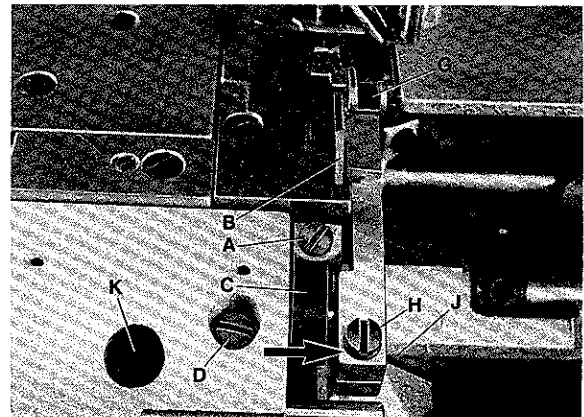
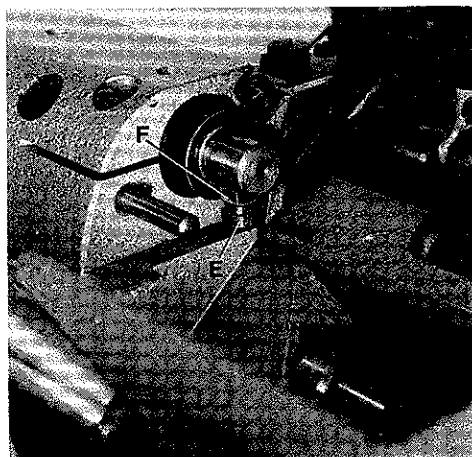
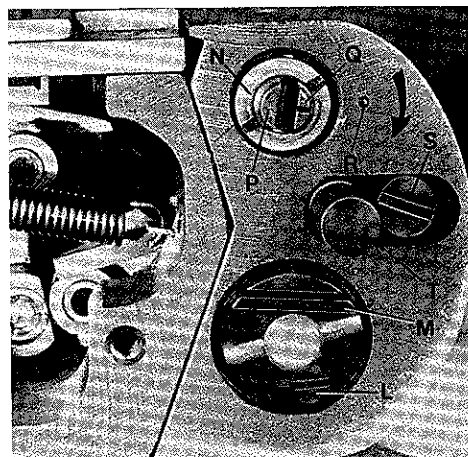

Fig. 50
Fig.51
Fig.52
Remove the edge guide. Loosen screw (A, Fig. 50) in lower knife holder (C) and move lower knife (B) up or down until its cutting edge is parallel and flush with throat plate top surface. Retighten screw (A).
Note: Lower knife holder (C, Fig. 50) is set at the factory so the cutting edge of lower knife is parallel with top surface of throat plate. When replacing the lower knife holder it has to be set accordingly. Loosen screw (D, Fig. 50) and turn lower knife holder (C) until the cutting edge of lower knife is parallel with top surface of throat plate. Secure this setting with stop screw (E, Fig. 51) and lock nut (F) in lower knife holder. Retighten screw (D, Fig. 50).
Loosen screw (D, Fig. 50) and align the width of trim to the right needle by moving lower knife holder (C) laterally. If this adjustment is obstructed by the upper knife (G), loosen screw (H) and move the upper knife to the right. Retighten screw (D) and also screw (H) if loosened, after setting the lower knife. Check after making this setting, if the upper knife holder (J, Fig. 50) can be moved in direction of the arrow (see Fig. 50) against the pressure of the spring. If this is not possible, loosen screw (H) and move the upper knife holder (J) accordingly to the right. Retighten screw (H).
Remove the cylinder cover and loosen screw (L, Fig. 52). Adjust by means of stop (M) the highest obtainable throw of upper knife. Retighten screw (L) and rotate pulley until the upper knife is in its down position.
Entfernen Sie die Stoffkantenführung. Lösen Sie die Schraube (A, Fig. 50) im Untermesserhalter (C) und schieben Sie das Untermesser (B) nach oben oder unten bis die Schneide parallel und auf gleicher Höhe mit der Stichplattenoberfläche steht. Ziehen Sie die Schraube (A) wieder an.
Beachten Sie: Der Untermesserhalter (C, Fig. 50) wird im Werk so eingestellt, daß die Schneide des Untermessers parallel zur Stichplattenoberfläche steht. Beim Austausch muß ein neuer Untermesserhalter entsprechend eingestellt werden. Lösen Sie die Schraube (D, Fig. 50) und drehen Sie den Untermesserhalter (C, Fig. 50) bis die Untermesserschneide parallel zur Stichplattenoberfläche steht. Sichern Sie diese Einstellung mit der Anschlagsschraube (E, Fig. 51) und der Kontermutter (F) im Untermesserhalter. Ziehen Sie die Schraube (D, Fig. 50) wieder an.
Lösen Sie die Schraube (D, Fig. 50) und richten Sie durch seitliches Verschieben des Untermesserhalters (C) die Abschnittbreite zur rechten Nadel entsprechend aus. Wird diese Einstellung durch das Obermesser (G) behindert, lösen Sie die Schraube (H) und schieben das Obermesser nach rechts. Ziehen Sie nach der Einstellung des Untermessers die Schraube (D) und gegebenenfalls die Schraube (H) wieder an. Prüfen Sie nach dieser Einstellung, ob sich der Obermesserträger (J, Fig. 50) in Pfeilrichtung (siehe Fig. 50) entgegen der Kraft der Andrückfeder bewegen läßt. Ist dies nicht möglich, lösen Sie die Schraube (H) und drücken den Obermesserträger (J) entsprechen nach rechts. Ziehen Sie die Schraube (H) wieder an.
Entfernen Sie den Zylinderdeckel und lösen Sie die Schraube (L, Fig. 52). Stellen Sie mit dem Anschlag (M) den größtmöglichen Hub des Obermessers ein. Ziehen Sie die Schraube (L) wieder an und bringen Sie durch Drehen am Handrad das Obermesser in die unterste Stellung.
Adjust the lateral cutting pressure by turning nut (N, Fig. 52). Turning the nut clockwise increases the cutting pressure, turning it counterclockwise acts the reverse.
To adjust the shear angle loosen screws (H and K, Fig. 50). Set shaft (P, Fig. 52) so, that mark (Q) on the shaft and mark (R) in cylinder are lined up.
Turning shaft (P, Fig. 52) in direction of the arrow increases the shear angle, turning it against direction of the arrow decreases it. Retighten screws (H and K, Fig. 50) and make sure that the settings described in paragraph "SETTING THE UPPER KNIFE" are not disturbed.
Remove cylinder cover. Loosen screw (S, Fig. 52) and move push button (T) slightly back and forth until it engages as described. Retighten screw (S).
If it is not possible to engage the push button with this adjustment, loosen screw (L, Fig. 52) and turn stop (M) clockwise until the push button engages. Retighten screw (L).
Der seitliche Schneiddruck wird durch Drehen der Mutter (N, Fig. 52) eingestellt. Drehen der Mutter im Uhrzeigersinn erhöht den Schneiddruck, drehen im Gegenuhrzeigersinn vermindert ihn.
Zur Einstellung des Scherwinkels lösen Sie die Schrauben (H und K, Fig. 50). Stellen Sie die Achse (P, Fig. 52) so, daß sich die Markierungen (Q) auf der Achse und (R) am Zylinder gegenüberstehen.
Drehen der Achse (P, Fig. 52) in Pfeilrichtung vergrößert den Scherwinkel, drehen in entgegengesetzter Richtung verkleinert ihn. Ziehen Sie die Schrauben (H und K, Fig. 50) wieder an und beachten Sie, daß die im Abschnitt "EINSTELLUNG DES OBERMESSERS" beschriebenen Einstellungen erhalten bleiben.
Entfernen Sie den Zylinderdeckel. Lösen Sie die Schraube (S, Fig. 52) und bewegen Sie den Druckknopf (T) leicht hin und her bis er wie oben beschrieben einrastet. Ziehen Sie die Schraube (S) wieder an.
Läßt sich der Druckknopf durch diese Einstellung nicht einrasten, lösen Sie die Schraube (L, Fig. 52) und drehen den Anschlag (M) im Uhrzeigersinn bis der Druckknopf einrastet. Ziehen Sie die Schraube (L) wieder an.